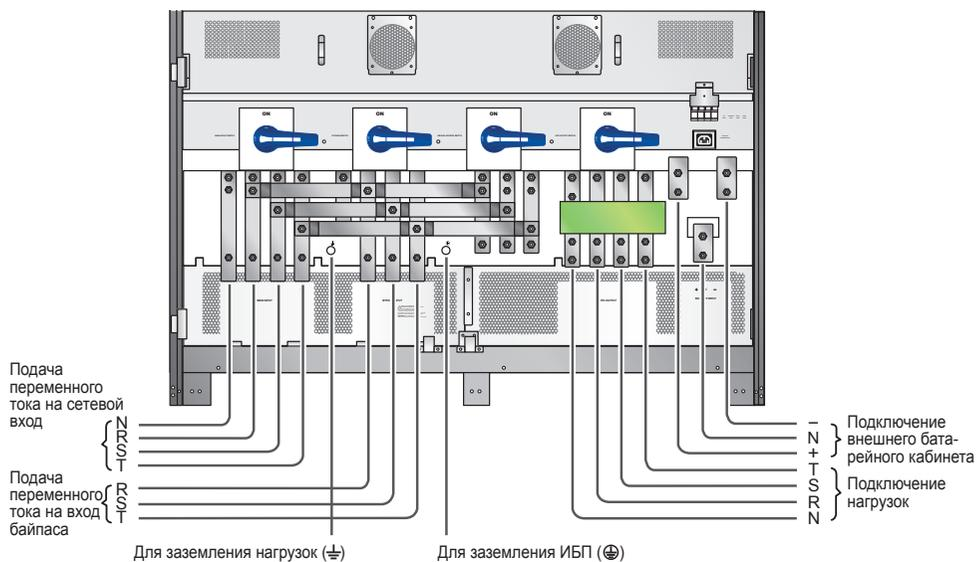

Рис. 5-14. Схема подключения в конфигурации с двумя входами (одиночный ИБП)
- 3 Подключите кабели к зажимам сетевого входа, входа байпаса, выхода ИБП и входа питания от батарейного кабинета. См. **Рис. 5-14** и раздел **5.5.3 Подключение внешнего батарейного кабинета Delta**.
- 4) Нейтральный проводник источника переменного тока, подключённого к входу байпаса, подключите к зажиму нуля (N) сетевого входа.